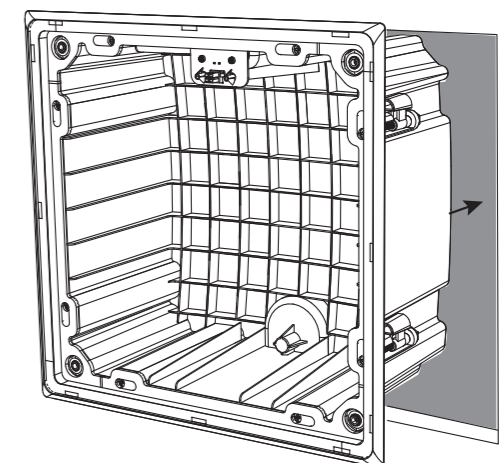

Fig. 17. Installing the back can
2. Con las ocho abrazaderas de montaje de latas traseras en la posición replegada (hacia adentro), presione la lata trasera en la abertura del panel de yeso. Tenga cuidado de no pellizcarse los cables de los altavoces o sus dedos (Fig. 17).